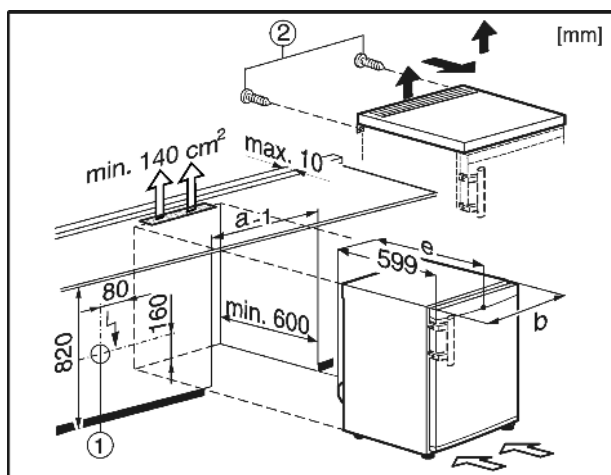

Fig. 7
Розетка Fig. 7 (1) при этом должна располагаться не у задней стенки устройства и быть легко доступна.
- Удалите болты Fig. 7 (2) на задней стенке.